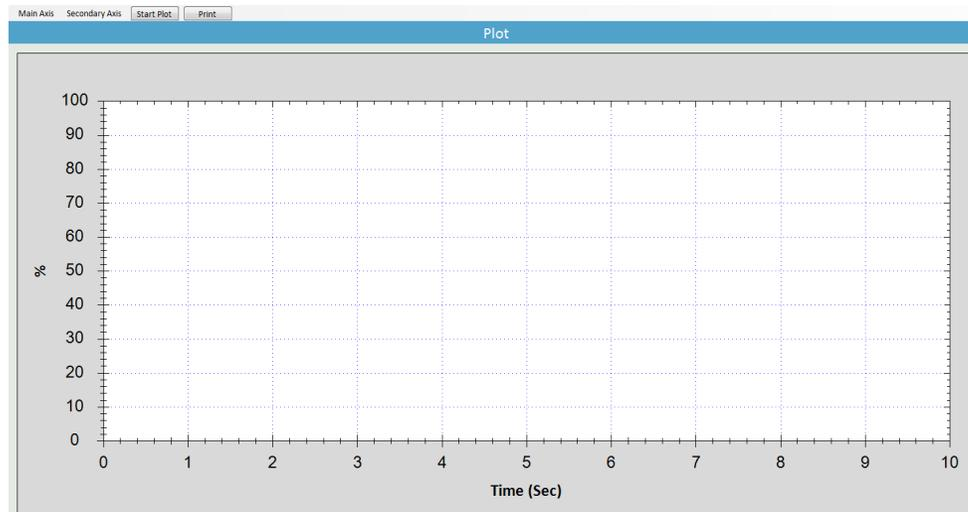
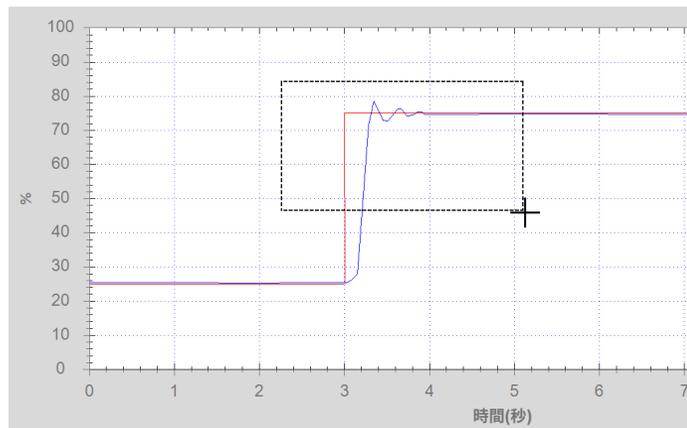

Figure 47: プロットスクリーン
Figure 49: プロットスクリーン内でのマーキーの選択
**注記** プロットスクリーンには2つの別個のエリアがあります: 水平軸と垂直軸の間のスペースである動作領域および、範囲と計測単位を表示するスペースである余白です。余白領域は、Figure 47 および Figure 49では、グレーアウトされています。実際のプログラムではグレーアウトされていません。